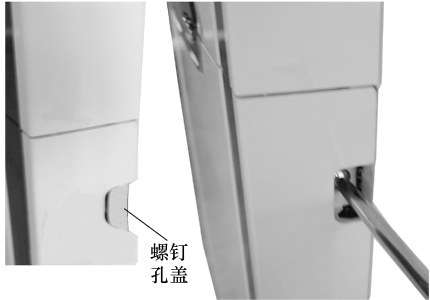

图 5-22 面板部件的拆卸
1) 下面板部件的拆卸。取下螺钉孔盖，将固定下面板部件左右螺钉松开，取下下面板部件。面板部件的拆卸如图 5-22 所示。